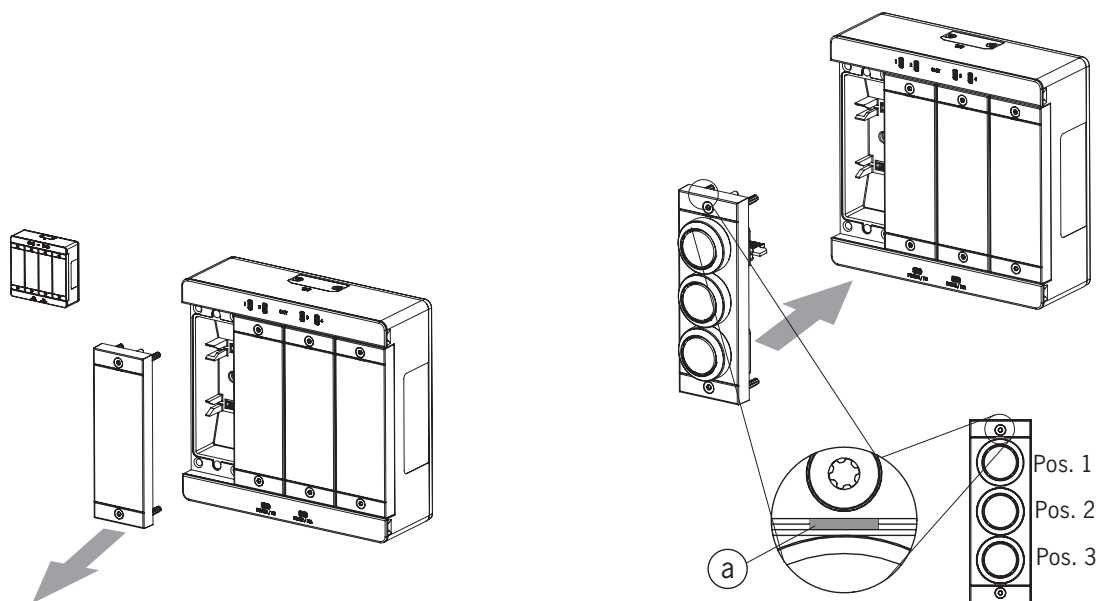

Fig. 5: Montaje de un submódulo
- Tenga en cuenta la orientación del submódulo. Véase la marca (a) en la Fig. 5: *Montaje de un submódulo*. Los submódulos también pueden instalarse girados 180°. La marca (a) siempre indica la primera posición de instalación, que en el ejemplo de abajo es la posición del pulsador S1.